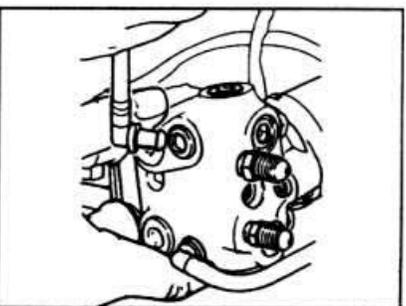

Рис. 9.67. Отсоединение тормозных трубок от гидроблока.
- С помощью рычага снимите с гидроблока возвратные тормозные трубки (см. рис. 9.67). Закройте их пробками.